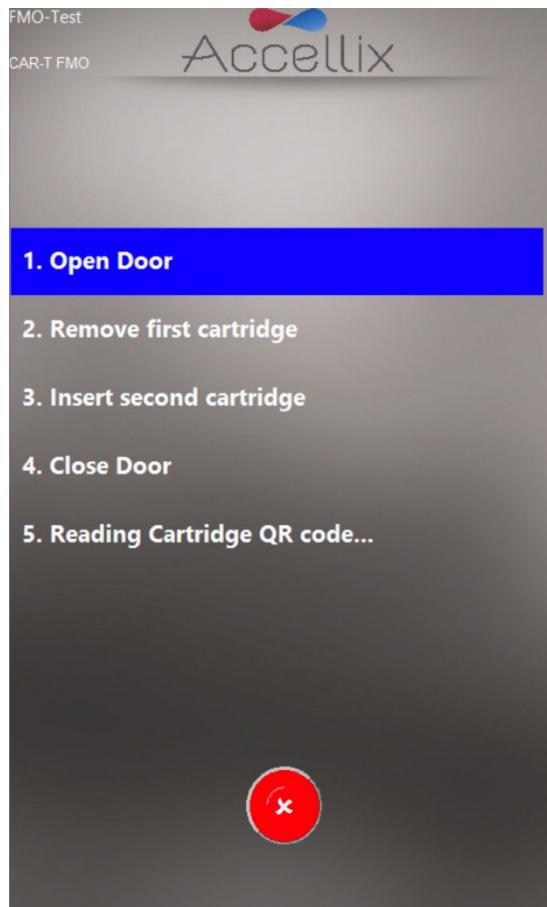

Figura 47: Pantalla de Extracción de múltiples cartuchos
1. La **pantalla de Extracción de múltiples cartuchos** indica al usuario que retire el primer cartucho e introduzca el siguiente de la secuencia (Figura 47).